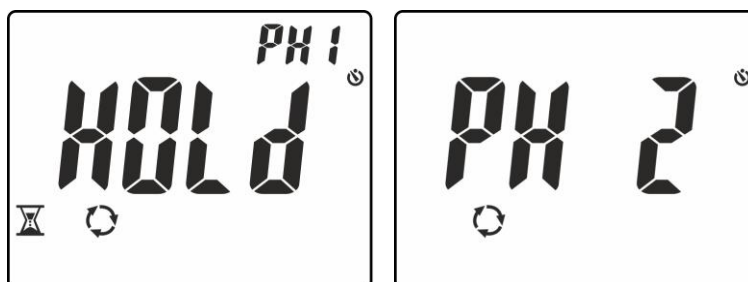

Fig. 12: Reconocimiento fase L1 y espera para fase L2
4. En condiciones correctas de tensión y frecuencia, el instrumento muestra el mensaje “**HOLD**”, los símbolos  y “**PH1**” y emite un sonido continuo en espera del reconocimiento de un valor estable de tensión sobre la fase L1 (ver la Fig. 12 – parte izquierda)
5. No retire la punta de la fase L1 hasta la visualización del mensaje “**PH 2**” parpadeante en pantalla (vea la Fig. 12 – parte derecha)